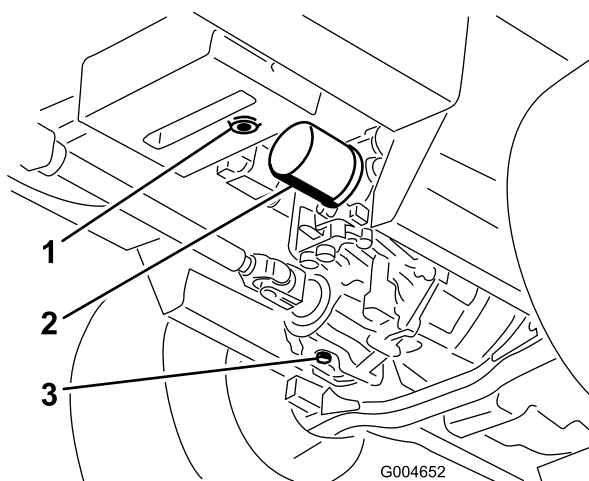

Figure 67
bouchons pour vidanger tout le liquide hydraulique (Figure 67).
4. Nettoyez la surface autour du filtre à huile hydraulique et enlevez le filtre (Figure 67).